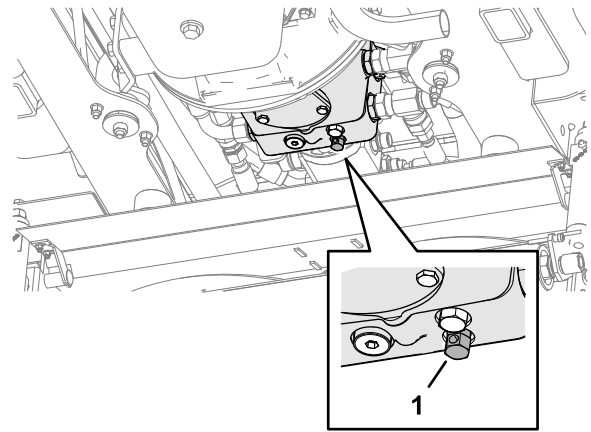

Figura 43
- Liberte o sistema de travagem de serviço hidráulico rodando a válvula de desvio, localizada sob a bomba de transmissão, no sentido contrário ao dos ponteiros do relógio, num máximo de 3 voltas (Figura 43).